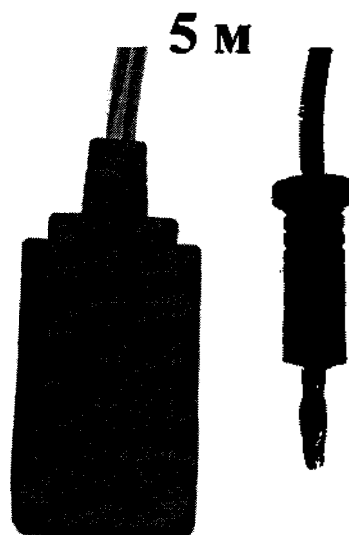

Рисунок 17 – Кабель нейтрального электрода.
3.7.4 Кабель нейтрального электрода (рис.17) – предназначен для подключения нейтрального электрода к генераторному блоку.